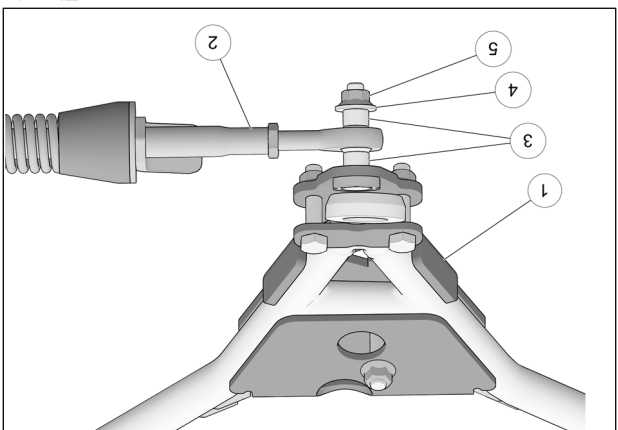

Fig. 17
8. Fixer le bras stabilisateur (2) au boulon déjà installé sur l'ancrage de suspension (1) à l'aide des deux espacers (3), de la rondelle (4) et de l'écrou autobloquant (5). Serrer à un couple de 70 N•m [52 lb•pi]. Voir la Fig. 17